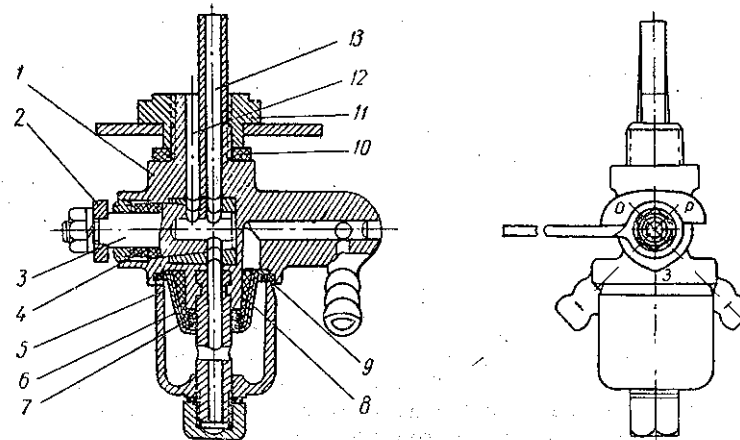
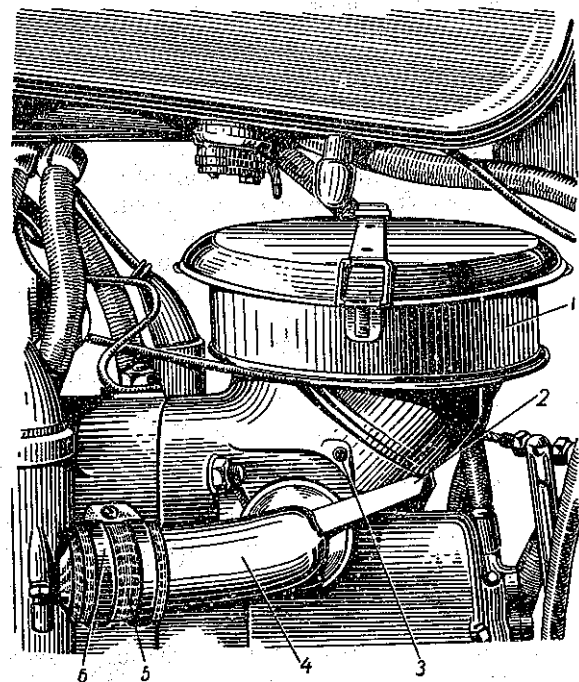

Рис. 4. Бензокраник:
Рис. 7. Воздухофильтр:
2) открыть бензокраник (рис. 4), поставив его рукоятку в положение *O* — «открыто». Буквы на кранике обозначают: *З* — кран закрыт; *O* — кран открыт; *P* — кран открыт на расходование резерва;
Оба карбюратора имеют общий воздухоочиститель (рис. 7), смонтированный в картер коробки передач, и спаренное управление дроссельными золотниками. Воздухоочиститель снабжен воздушной заслонкой, облегчающей запуск и прогрев двигателя в холодную погоду.
При полностью открытой заслонке 2 (рис. 7) рукоятка находится в крайнем заднем положении, при закрытой заслонке — в крайнем переднем положении (рукоятка вверх). Заслонкой следует пользоваться только при запуске холодного двигателя. Для предохранения топливной системы от загрязнения, помимо мер, указанных на странице 10, в бензокранике имеется сетчатый фильтр 8 и отстойник 5 (рис. 4), а также топливный фильтр 9 (рис. 8) с металлической сеткой.